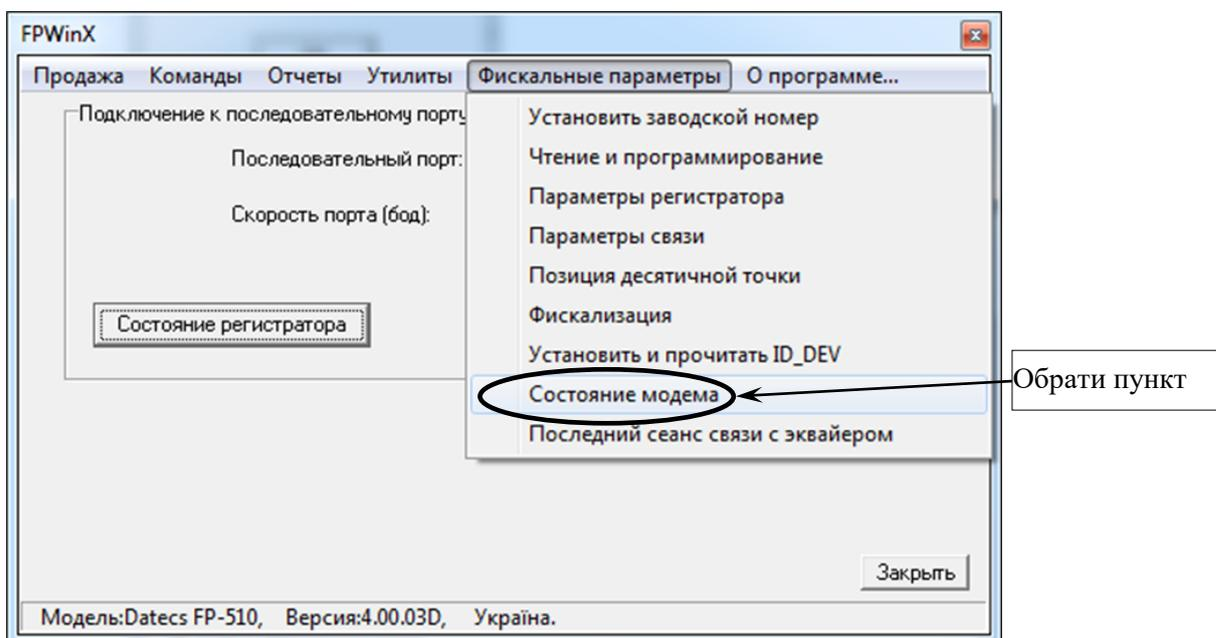

Рисунок 28
5.12 Перевірити стан модему реєстратора – у вікні програми «FPWinX.exe» обрати закладку «Фискальные параметры», далі у випадяючому меню обрати пункт «Состояние модема» (рисунок 28).